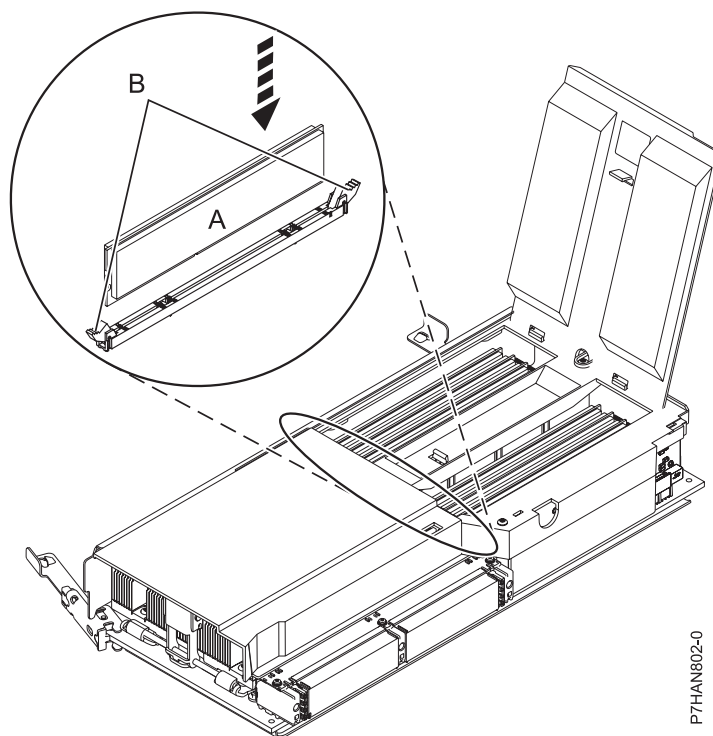

Figura 6. Substitució d'un mòdul de memòria
7. Inseriu el mòdul de memòria amb fermesa al connector **(A)**, tal com es mostra a Figura 6 a la pàgina 10.
8. Fixeu el mòdul de memòria amb les pestanyes de bloqueig **(B)** que es troben en cada extrem del connector del mòdul de memòria, tal com s'indica a la Figura 6 a la pàgina 10.